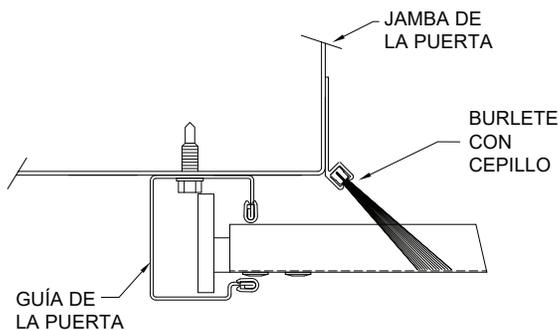

Figura 12.
11.2 Cierre la puerta antes de instalar el burlete con cepillo. Coloque el burlete con cepillo de forma que toque la parte plana de la persiana. (Véase la Figura 12.) Asegure los burletes con cepillo a la jamba cada 12 pulgadas con los sujetadores adecuados.